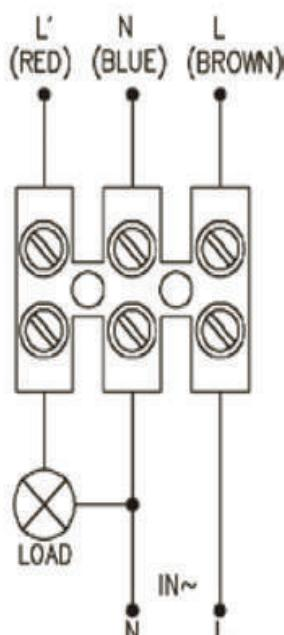

Рис. 2
3. Подключите к датчику питание и нагрузку в соответствии со схемой подключения (рис. 2)